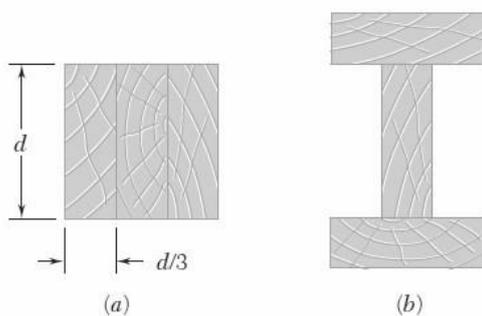

Figura 1.6
1.2.1 Foram construídas duas colunas longas a partir de 3 barras de secção retangulares. As barras foram colocadas conforme está representado na Figura 1.6. Determine a relação entre cada uma das cargas críticas.